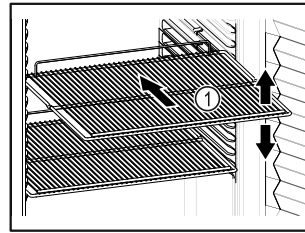

Fig. 61 Przykładowa prezentacja
- ❑ Jeśli ruszty do składowania Fig. 61 (1) są ruchome, należy je ustawić odpowiednio do wysokości.